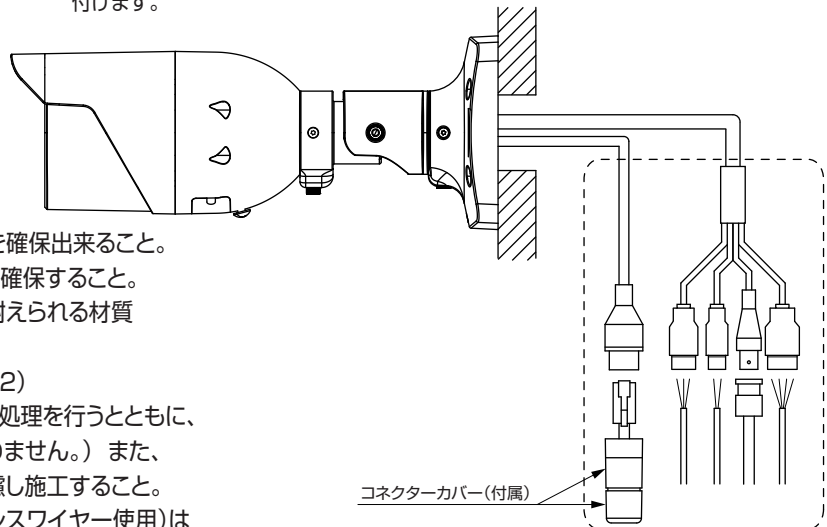

図2 ケーブルの絶縁・防水処理
- ケーブル類は、確実に防水処理を施すこと。(図2)
配線部分(図2点線部)は、絶縁テープにて絶縁処理を行うとともに、防水処理を確実にすること。(防水対応ではありません。) また、ケーブル接続部が雨水にて水没しないよう考慮し施工すること。
配線部分(図2点線部)は、絶縁テープにて絶縁処理を行うとともに、防水処理を確実にすること。(防水対応ではありません。)